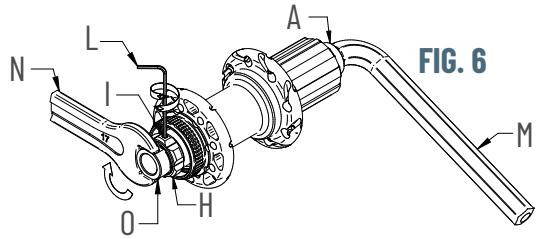

FIG. 6
- Inserite una chiave a brugola da 12 (M) sul lato sinistro del mozzo (Fig. 6).
- Bloccate lo scontro mobile (O) con chiave tradizionale (N) a 15 Nm (Fig. 6).
Se necessario effettuare una registrazione del mozzo agendo sulla ghiera (H) (Fig. 6):
- Allentate il grano (I) con una chiave a brugola (L) (Fig. 6).
- Richiudete il grano (I) (Fig. 6).